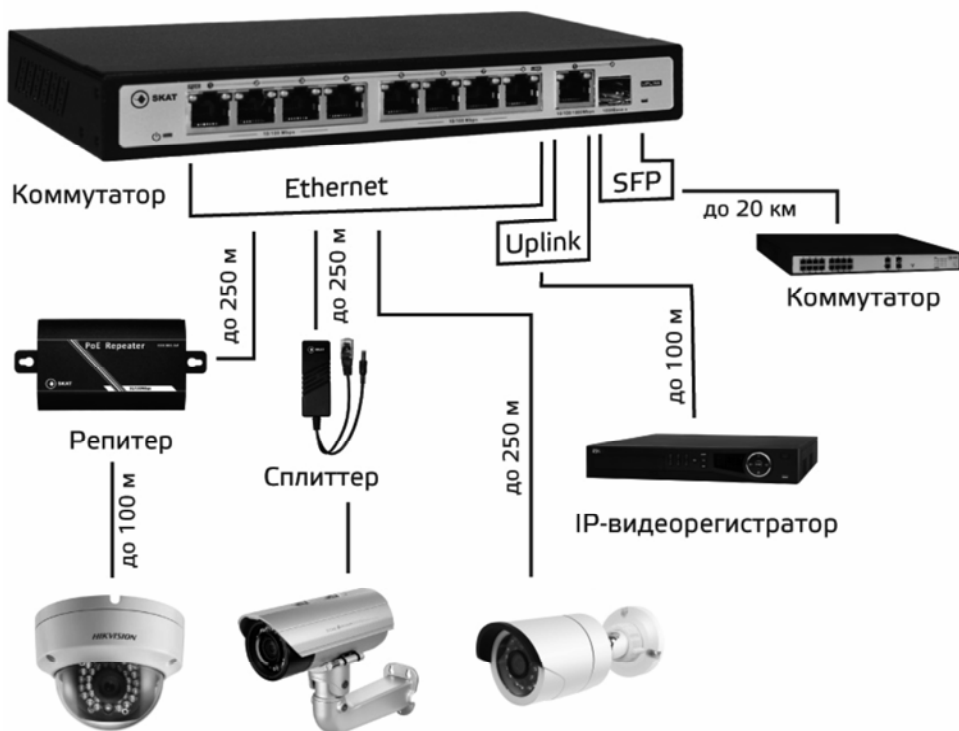

Рисунок 7 – общая схема подключения устройств к коммутатору
- Убедитесь, что индикаторы на коммутаторе («Ethernet», «PoE», «Uplink», «SFP») индицируют (см. таблицу 2) наличие соединений в соответствии с текущей схемой (см. рисунок 7) подключения линий оборудования.